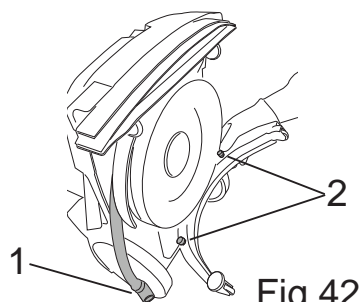

Fig.42
- Nehmen Sie den Saugschlauch vom Saugfuß (Abb. 42, Pkt. 1).
- Schrauben Sie die Drehgriffe los (Abb. 42, Pkt. 2).